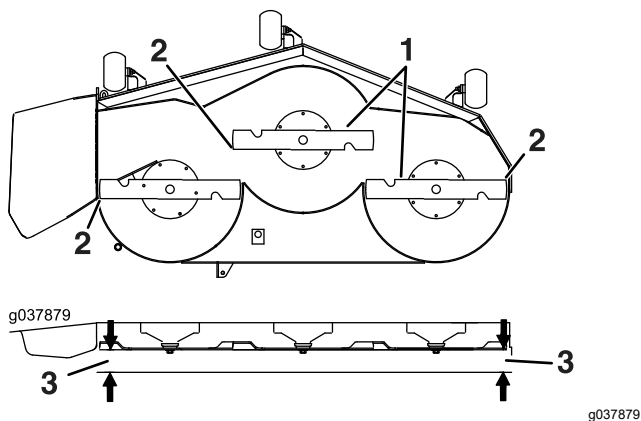

Figure 86
6. Mesurez la distance entre la pointe des lames et la surface plane (Figure 86). Si les deux mesures diffèrent de plus de 5 mm, réglez les lames, ajustez l'horizontalité des lames ; poursuivez cette procédure.
14. Tournez les lames avec précaution pour qu'elles soient parallèles dans le sens transversal (Figure 86).